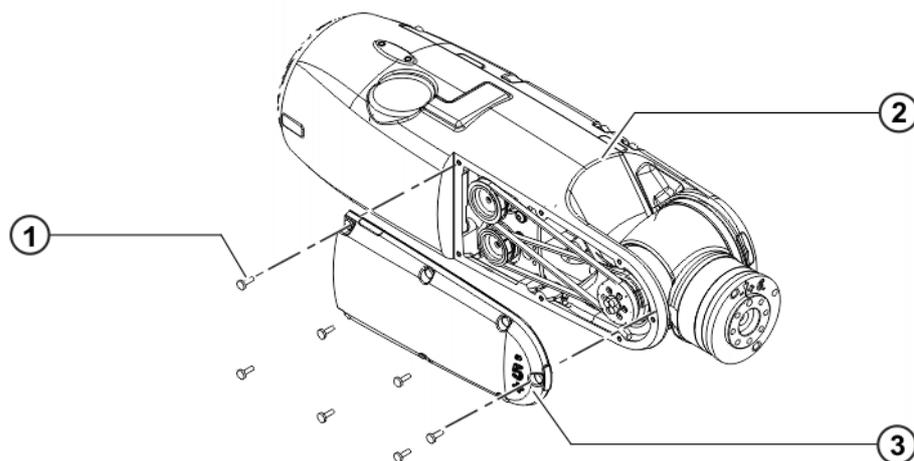

Fig. 9-8: Démontage du couvercle
1. Dévisser 7 vis à tête semi-circulaire et retirer le couvercle (>>> Fig. 9-8).